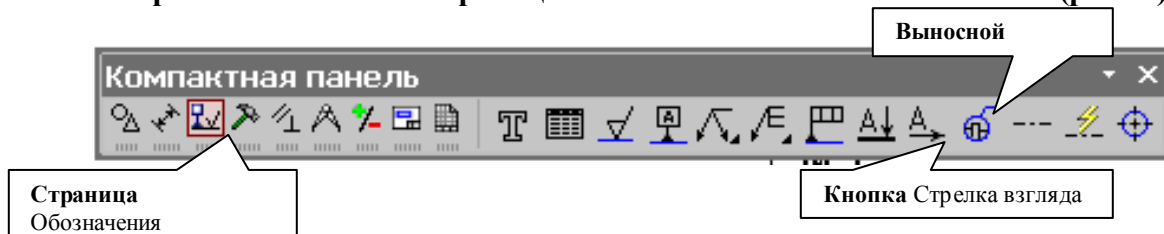

Рис.98 Страница Обозначения
2. Изобразим стрелку взгляда с помощью кнопки Стрелка взгляда расположенной на странице Обозначения Компактной панели (рис.98).
Выносной элемент, расположенной на странице Обозначения (рис.98). Вначале укажите точку центра контура, ограничивающего выносной элемент, затем задайте размеры конура и укажите точку начала полки т2.